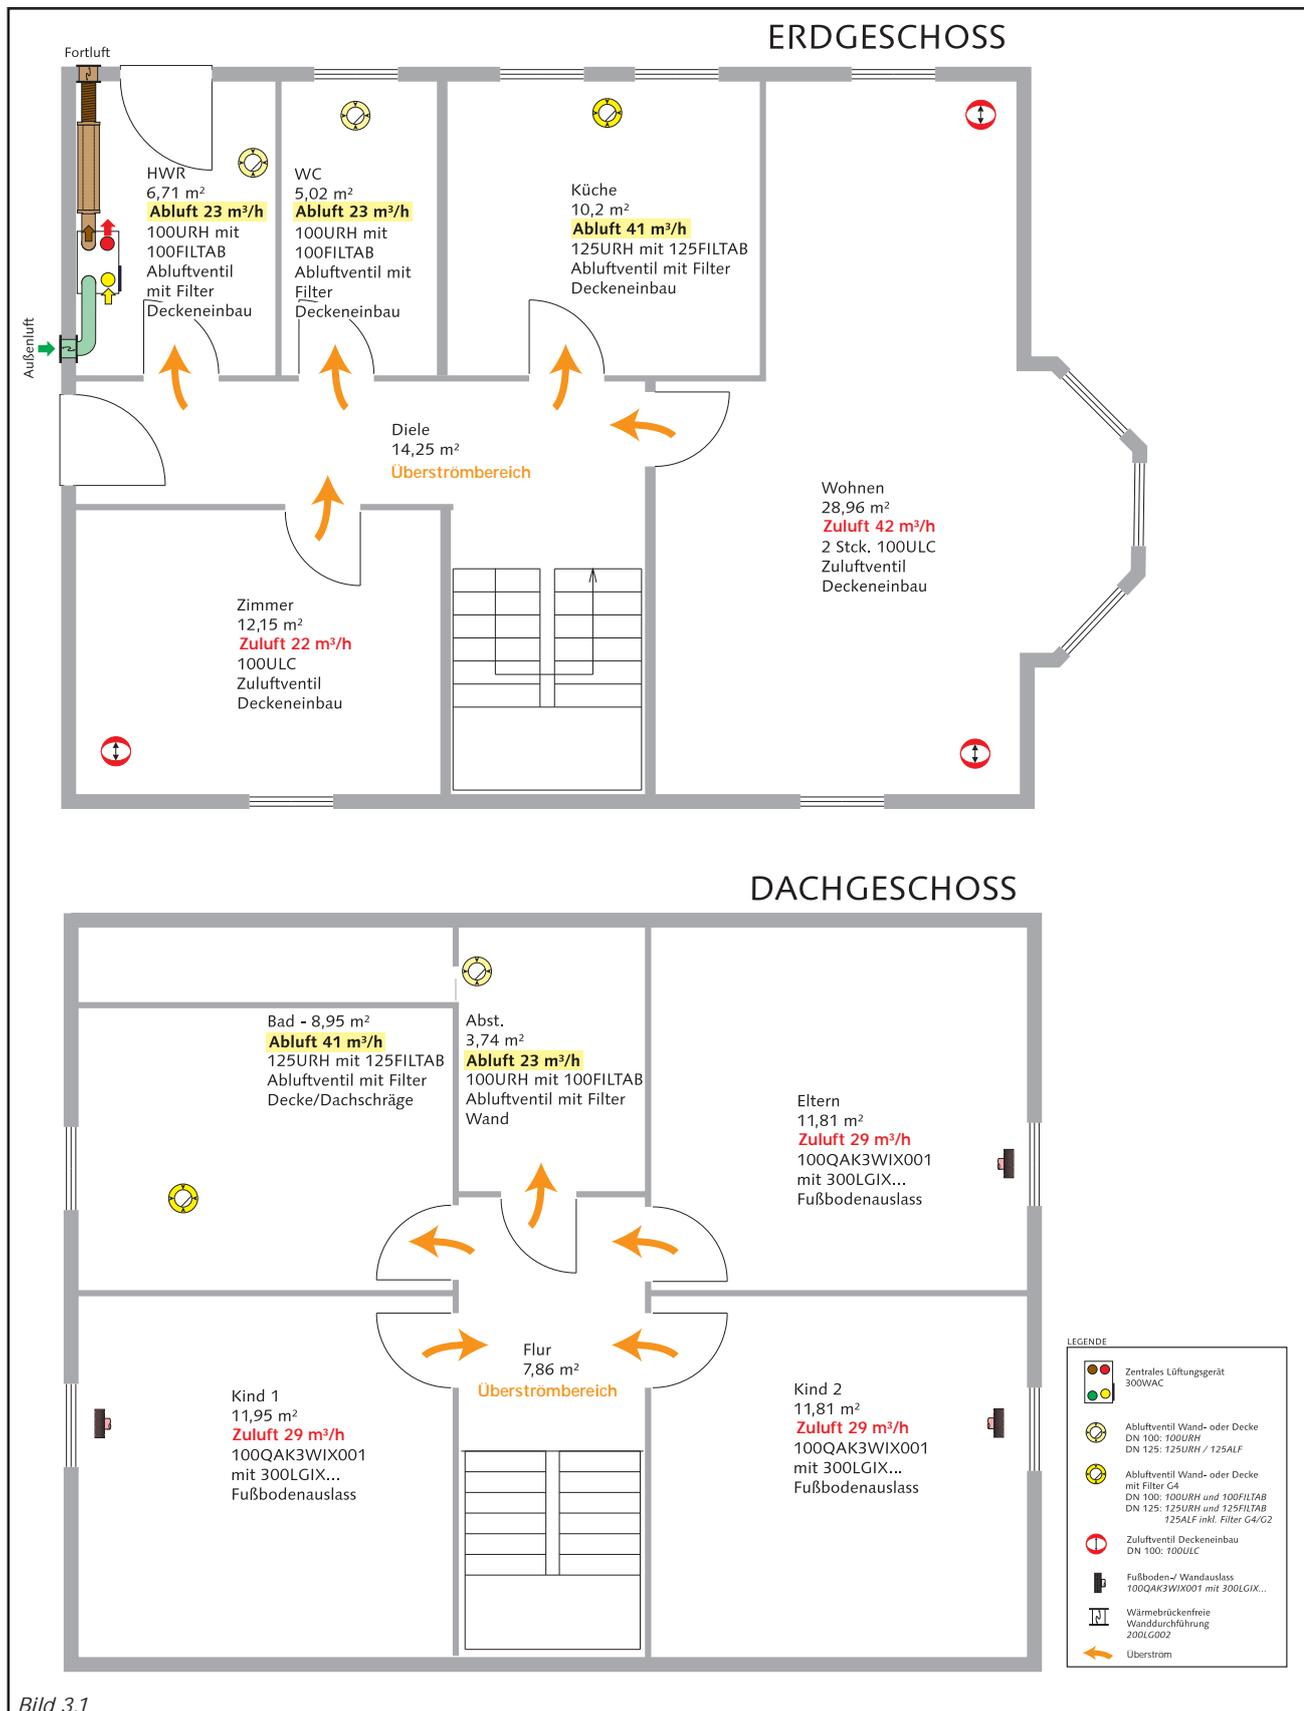

Bild 3.1
3. Gesamt-Abluftvolumenstrom (siehe Grundriss Bild 3.1 und Werte entsprechend Tabelle 3.1):